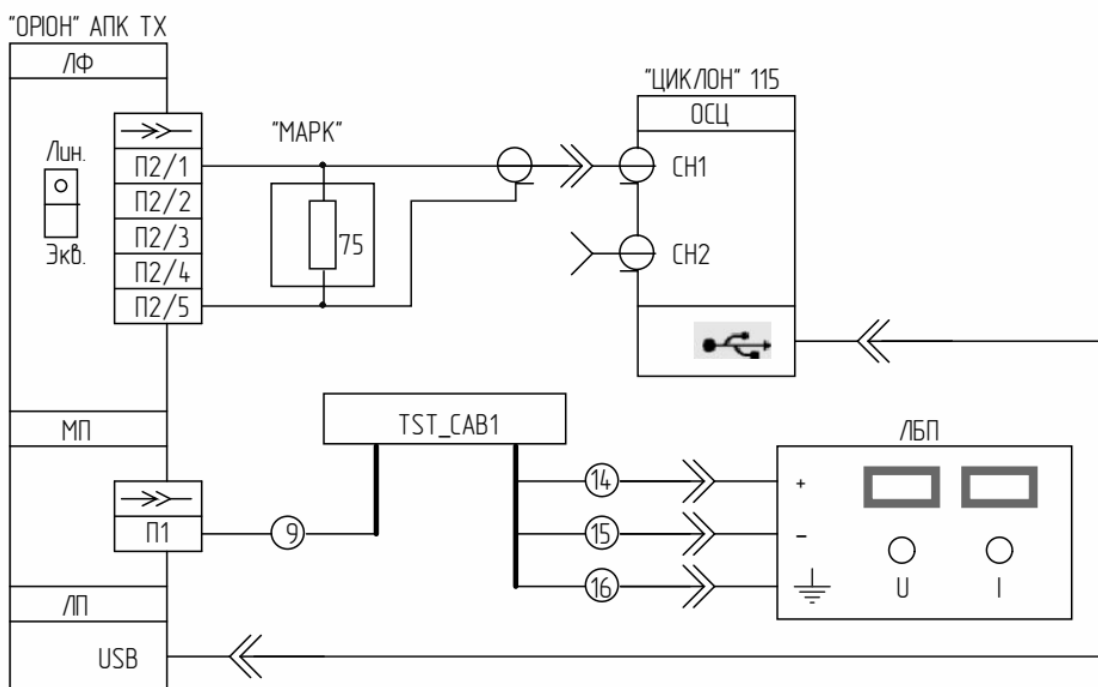

Рисунок 8.16.2 – Схема подключения
- 1) Подключить «ОРИОН» АПК ТХ к ЛБП с помощью тестовых кабелей «TST_CAB1» (см. рисунок 8.16.2);